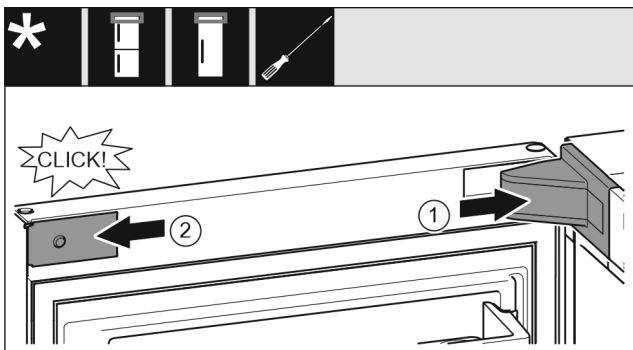

Fig. 20
- ▶ Nasadte a zaklapněte kryt stojanu ložiska, příp. opatrně odtlačte od sebe. Fig. 20 (1)
- ▶ Z boku nasadte zásepku a zaklapněte. Fig. 20 (2)